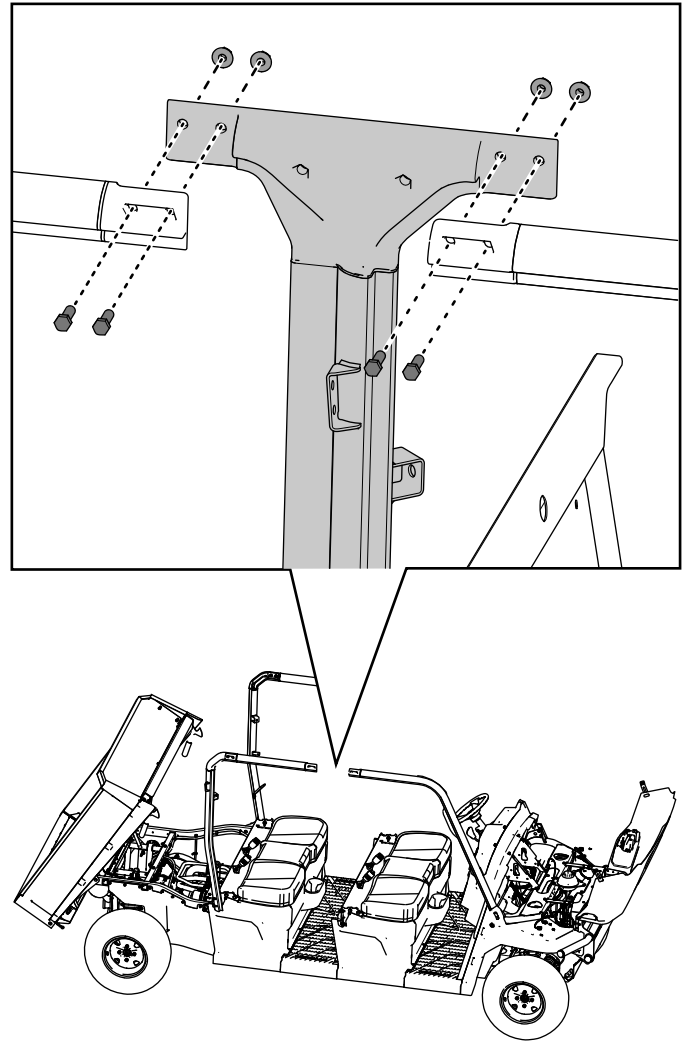

Bild 40
12. Befestigen Sie die Oberseite der rechten, mittleren Überrollbügelbaugruppe mit vier Sechskantschrauben ($\frac{3}{8}$ " x $1\frac{1}{4}$ "") und vier Sicherungsmuttern ($\frac{3}{8}$ "") lose an den rechten, vorderen und hinteren Überrollbügelbaugruppen, wie in **Bild 40** dargestellt.